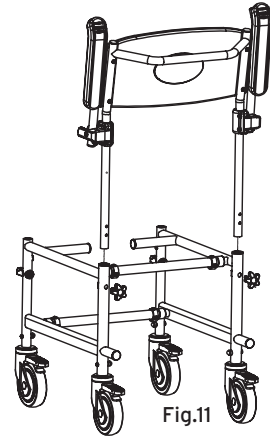

Fig.11
- Insira as costas no interior dos furos da estrutura da cadeira de rodas e fixe-as com os dois manípulos de fixação (fig.11);